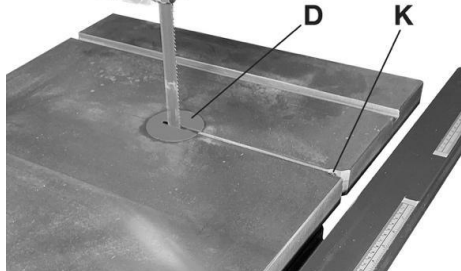

Рис.7
2. Вытяните штифт стола (К, рис.7) из его паза и снимите вставку стола (D).